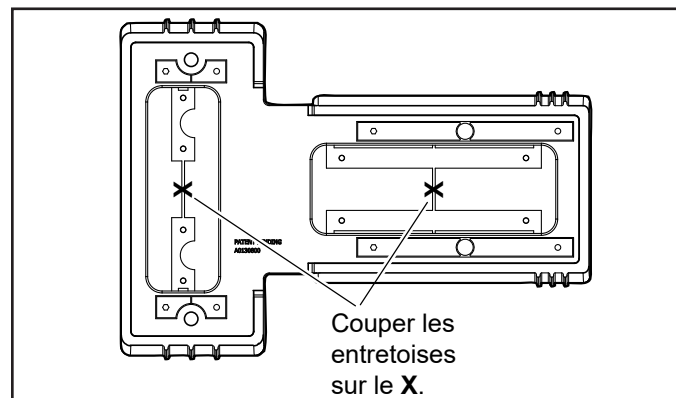
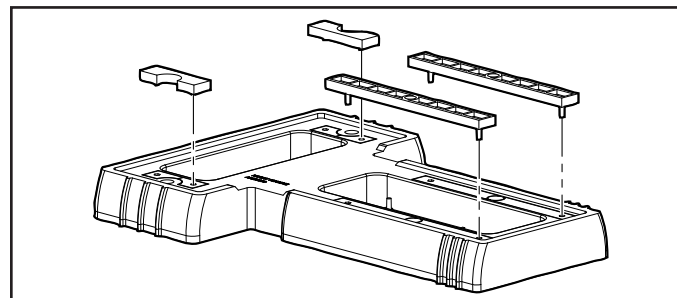

Figure 4. Découper les jeux d'entretoise de la base
Figure 5. Enclencher les entretoises en place
- À l'aide d'une fraise, couper les barres en plastique reliant les jeux d'entretoises du haut et du bas comme illustré sur la figure 4.
- Pousser les deux (2) entretoises du haut et les deux (2) du bas hors de la base.
- Aligner les broches dans les quatre (4) entretoises avec les trous dans la base puis enclencher les entretoises en place, comme illustré sur la figure 5.